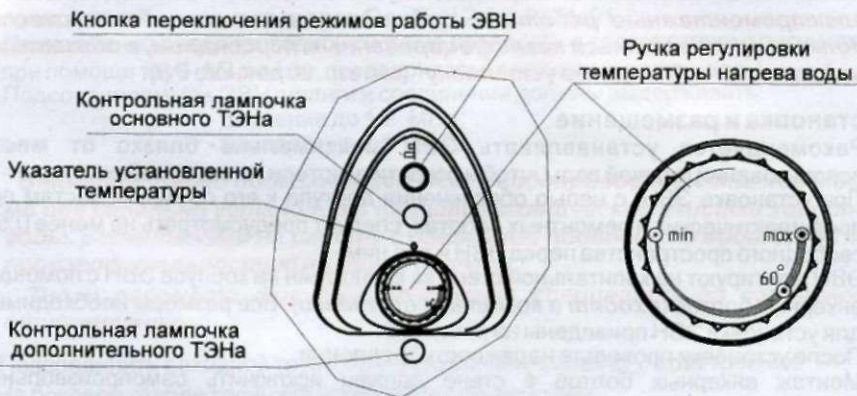

Рисунок 1 - Панель управления ЭВН
- Установка желаемой температуры нагрева воды производится поворотом ручки регулировки температуры нагрева воды: по часовой стрелке увеличивают температуру нагрева воды, против часовой стрелки - уменьшают. Для ориентации на шкале обозначено положение ручки терморегулятора, соответствующее нагреву воды примерно до 60 °С (см. рисунок 1).